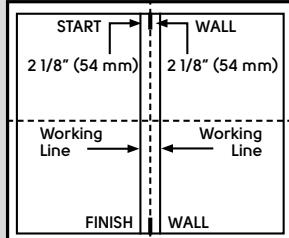
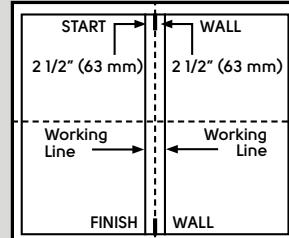

Fig. 2a
Fig. 2b
- Mida 2 1/8" (54mm) para tablones de 6" de ancho (Fig. 2a) o 2 1/2" (63mm) para tablones de 7" de ancho (Fig. 2b) de izquierda a derecha de la marca central en ambos extremos de la habitación y trace una línea con gis.